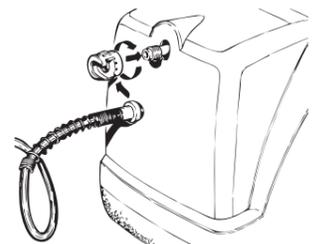

FIGURA 9.2 - DETALHE DO ENCAIXE DA MANGUEIRA E PORCA COM O COMPRESSOR
- Conecte a mangueira ao compressor a ser utilizado (Figura 9.2).
**Nota:** Antes de utilizar a pistola com recipiente, leia os capítulos seguintes. Para conectar a pistola à mangueira, basta um leve aperto na porca (Figura 9.2)